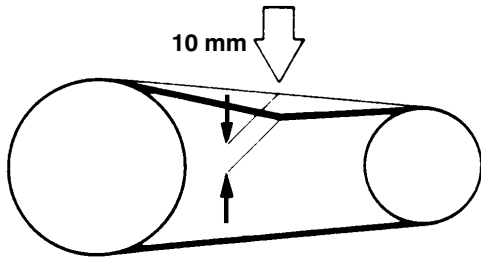

Abb. 32 Prüfen der Keilriemenspannung
- Die Keilriemenspannung ist korrekt, wenn sich der Keilriemen mit starker Daumenkraft zwischen den Riemenscheiben **10 mm** durchdrücken läßt (Abb. 32). Für exakte Justierung empfehlen wir unser Keilriemen-Vorspannungsmeßgerät, Best.-Nr. N25238.